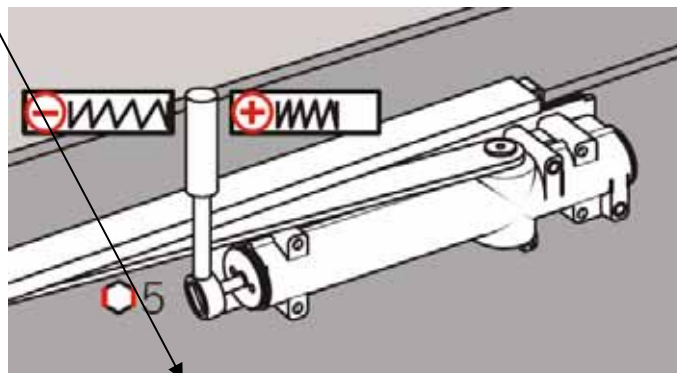

Рис. 8. Регулировка усилия доводчика DORMA TS92.
Регулировка усилия доводчика осуществляется предварительным сжатием пружины с помощью регулировочного винта (рис. 8).
7. С помощью винта на **рис. 8**, установите необходимое усилие закрывания двери.